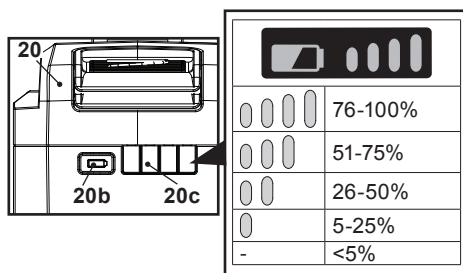

Fig. 15
La batterie (20) est équipée d'indicateurs de capacité de la batterie (20c) qui affichent sa capacité restante. Appuyer sur le bouton de capacité de la batterie (20b) pour en vérifier la capacité (Fig. 15). Les LED restent allumées pendant environ 5 secondes.